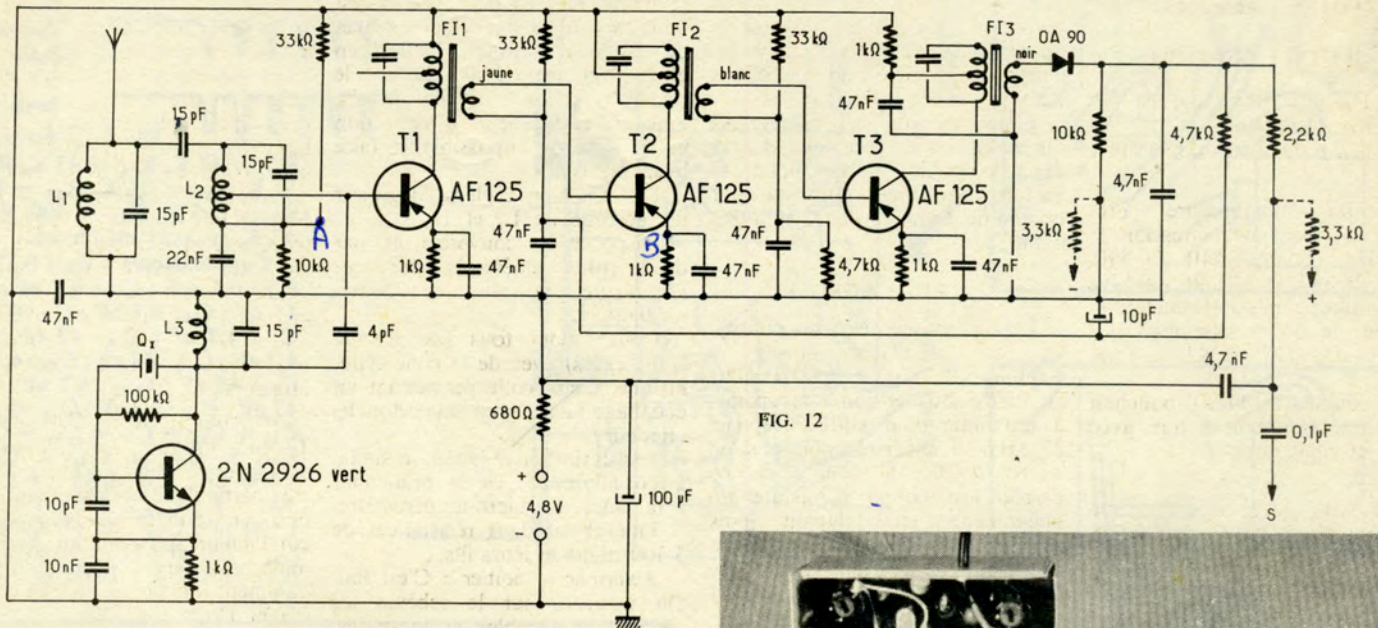

FIG. 12
I. - ANALYSE DU SCHEMA (Fig. 12)